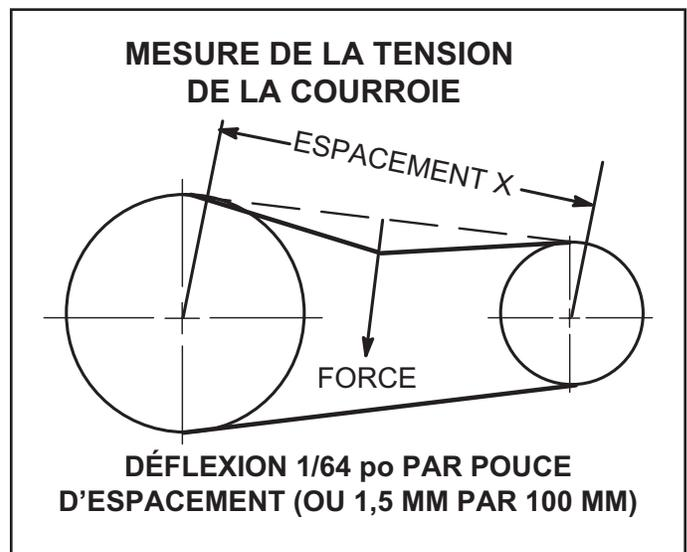

FIGURE 20
- 1 - Mesurez l'espacement X. Reportez-vous à la FIGURE 20.
- 2 - Appliquez une force perpendiculairement au centre de l'espacement (X) avec une pression suffisante pour faire fléchir la courroie de 1/64 po par pouce d'espacement (1,5 mm par 100 mm d'espacement).